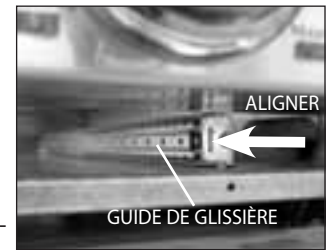

Fig. 21
- Alignez le côté du ramasse-gouttes avec les guides de glissière (Fig. 21).